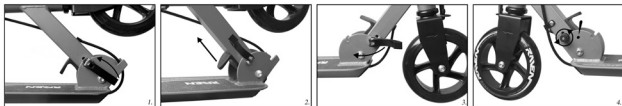

Fig.1
1. Mecanismul de pliere se află acolo unde puntea se conectează cu tubul de legătură care se atașează la partea verticală a mânerului în formă de T. Trageți levierul de pe partea dreaptă a mecanismului de pliere în exterior (Fig. 1.).